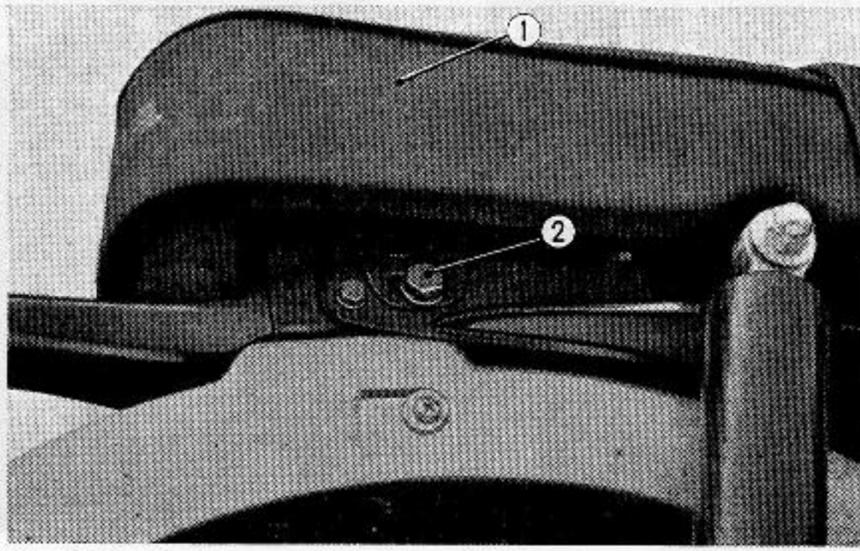

Abb. 4.27 Sechskantbolzen entfernen
- ① Tank
- ② Halterung für Seitenabdeckung
(1) Beide 6×13 mm Sechskantbolzen lösen und die Sitzbank abnehmen. (Abb. 4.27 und 4.28)
(2) Benzinahn schließen (Position S). Mit einer Schlauchklemme den Benzinstandschlauch (Benzinhahnseite) abklemmen und beide Schläuche abziehen.
(3) Brennstofftank hinten vorsichtig anheben und vom hinteren Gummipolster abnehmen.
(4) Soll die Seitenabdeckung vom Tank entfernt werden, muß zunächst das Wappenschild und danach die beiden 6×10 mm Sechskantbolzen /halte abgebaut werden.